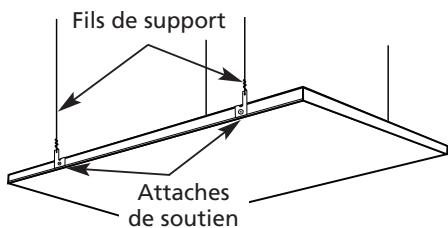
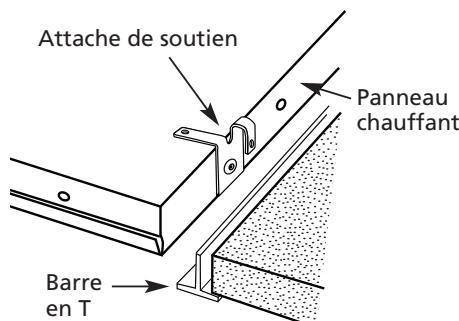

Figure 2
Figure 3
ATTENTION Pour éviter des risques de blessures causées par une chute de panneaux, le cadre en T doit être fixé solidement à la structure de l'édifice et doit pouvoir supporter le poids du panneau (13,6 kg / 30 lb). Des trous supplémentaires ont été percés pour suspendre le panneau chauffant (voir la Figure 2) à des fils en acier d'un calibre minimum de 18 (diamètre de 1,2 mm / 0,047 po). Ce support supplémentaire fourni par les fils doit être utilisé aux endroits où la résistance du cadre en T est insuffisante ou si des vibrations sont prévues.
4. Les panneaux chauffants comportent quatre attaches de support/maintien situées sur chaque côté longitudinal du panneau chauffant. On peut utiliser ces attaches pour suspendre le radiateur à des fils (voir la Figure 2) ou les plier pour qu'elles s'accrochent à la structure de la barre en T (voir la Figure 3). Soulever avec précaution le panneau chauffant pour le mettre en place en s'assurant que les attaches de soutien s'accrochent de façon sécuritaire sur la barre en T (voir la Figure 3).